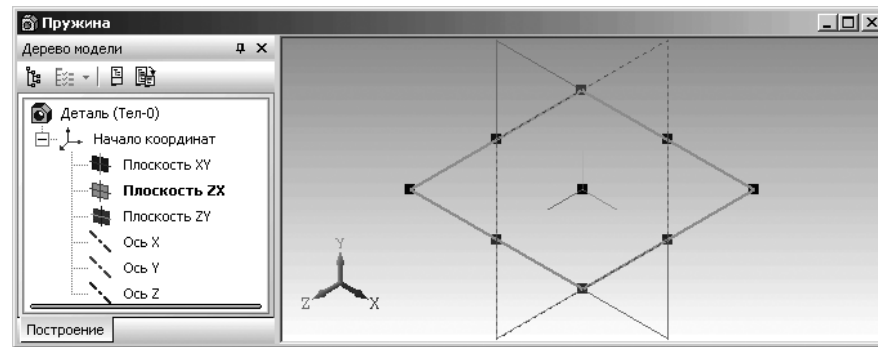

Рис. 2.102. Окно модели **Пружина** с выделенной плоскостью **ZX** с характерными точками с ориентацией – **Изометрия XYZ**
- щелкните в окне **Дерево модели** по проекционной плоскости, на которой будет расположен первый эскиз цилиндрической пружины. В нашем примере это плоскости **Плоскость ZX**. Пиктограмма плоскости **Плоскость ZX** в окне **Дерево модели** будет выделена зеленым цветом, а в окне детали будет подсвечено условное представление плоскости **ZX** (квадрат с характерными точками) – рис. 2.102.